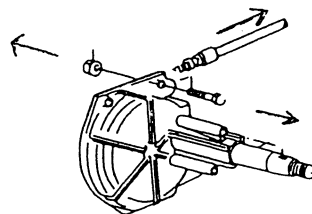

図4
(3) コマンド290
- ① 図4のようにヘルムから六角ボルトとナットを取外しケーブル本体を取外して下さい。